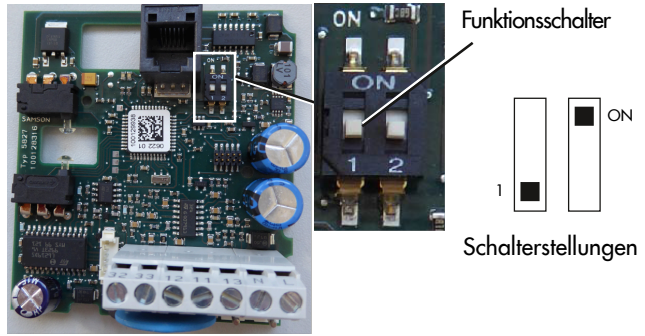
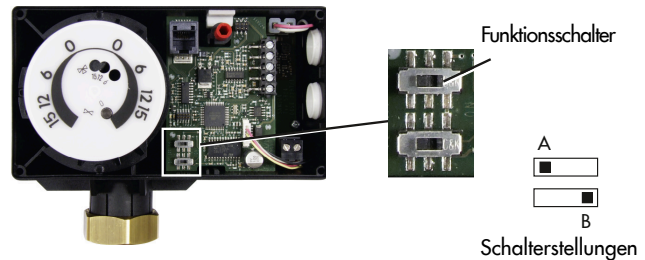

Bild 21: Funktionsschalter bei Ausführung 24 V
Bild 22: Funktionsschalter bei Ausführung 85 bis 264 V
3. Funktionsschalter kurz von der eingestellten Position in die andere Position und dann wieder zurückschieben (vgl. Bild 21 und Bild 22).
Die rote LED zeigt die laufende Initialisierung an (vgl. Bild 21).